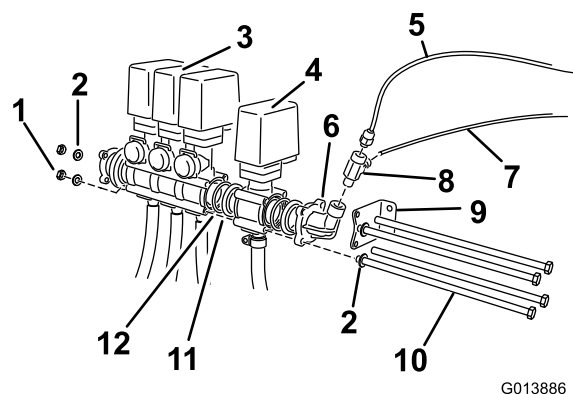

Figura 5
4. Individuate il gruppo valvola dell'avvolgitubo nelle parti sciolte e montatelo in linea con le valvole preesistenti (Figura 5).
6. Ricollocate la staffa sul gruppo valvola estremo in corrispondenza dei due fori del riduttore del raccordo a gomito più vicini alla staffa di montaggio della valvola della barra (Figura 5).
7. Inserite i due bulloni lunghi (M8 X 260 mm) nella staffa di montaggio, in corrispondenza dei fori superiore e inferiore del corpo della valvola dell'avvolgitubo e della valvola di bypass della barra, più vicini alla guida di montaggio (Figura 5).
9. Usate i due bulloni rimanenti (M8 X 260 mm), insieme alle rondelle preesistenti, per fissare i gruppi valvola in corrispondenza dei fori liberi nei corpi delle valvole (Figura 5).
13. Montate il raccordo a T (Figura 5).